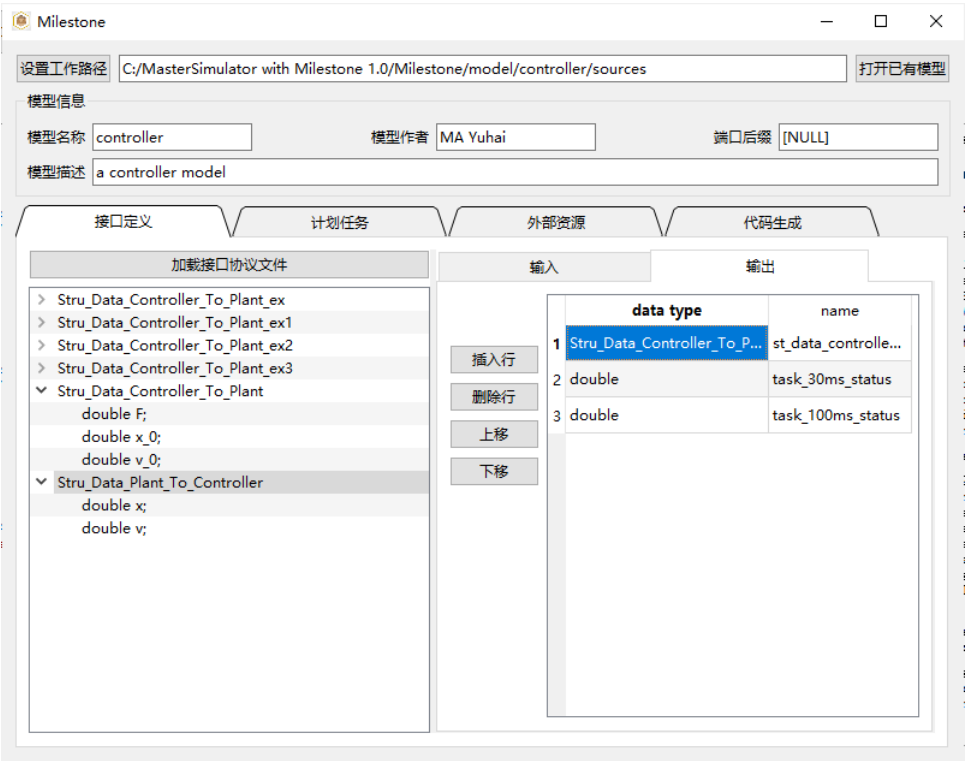

图 4.5: 拖动结构体定义到输出
- 也可以直接键入接口定义表格中的内容，录入后可以通过中间的编辑按钮，对输入、输出列表中的行数据进行编辑，如 图 4.5。